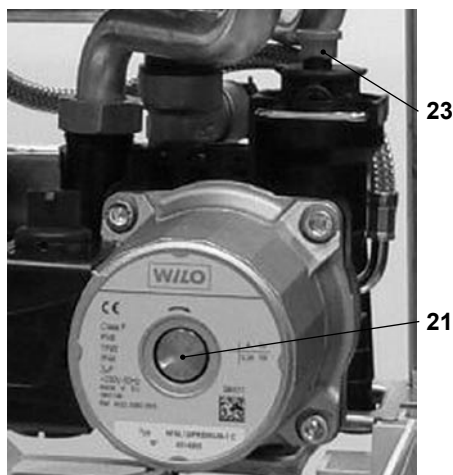

Figura 6.3
- Allentare il tappo della valvola di sfiato automatica 23 in Figura 6.3.
- Togliere il tappo 21 in Figura 6.3 e sbloccare la pompa ruotando il rotore con un cacciavite.